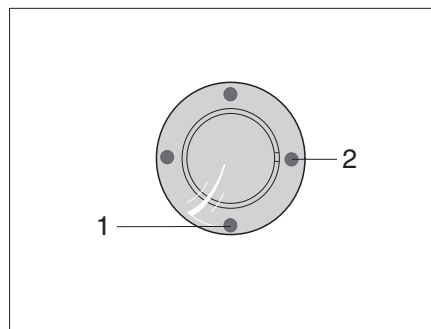
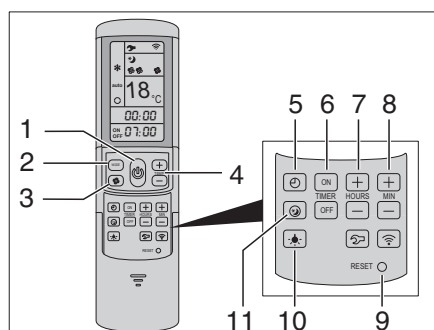

Fig. 118 Récepteur IR/Indication de fonctionnement
Fig. 119 Télécommande
La climatisation est montée sur le toit du véhicule. La télécommande (Fig. 119) pour la climatisation se trouve dans le coin cuisine.
La climatisation est prête à fonctionner. La DEL bleue (Fig. 118,1) s'allume.
- Pour la mise en service, appuyer sur la touche (Fig. 119,1) de la télécommande. La DEL bleue (Fig. 118,1) clignote.
- Régler le mode de fonctionnement désiré avec la touche MODE (Fig. 119,2).
- Si nécessaire, régler l'étage de ventilateur désiré avec la touche (Fig. 119,3) et la température ambiante avec les touches (Fig. 119,4).
En fonctionnement de réfrigération: si la température réglée sur la télécommande est atteinte, la DEL (Fig. 118,1) bleue s'éteint, le compresseur s'arrête et le ventilateur à air pulsé continue de tourner.
En fonctionnement de chauffage: Si la température réglée sur la télécommande est atteinte, la DEL (Fig. 118,2) jaune s'éteint, le compresseur s'arrête et le ventilateur à air pulsé continue de tourner. Si la température ambiante est inférieure à la température réglée, l'appareil s'enclenche automatiquement à nouveau en fonctionnement de chauffage.
- Pour la mise hors service, appuyer à nouveau sur la touche (Fig. 119,1) de la télécommande.
- Pour la programmation, enclencher la climatisation avec la touche (Fig. 119,1) sur la télécommande.
- Régler le mode de fonctionnement désiré avec la touche (Fig. 119,2) et la température ambiante avec les touches (Fig. 119,4).
- Sélectionner la fonction désirée avec les touches (Fig. 119,6) :
- Avec les touches (Fig. 119,7 et 8), sélectionner la durée de commutation désirée (15 minutes à 24 heures).
- Confirmer le réglage avec les touches "ON" ou "OFF" (Fig. 119,6).